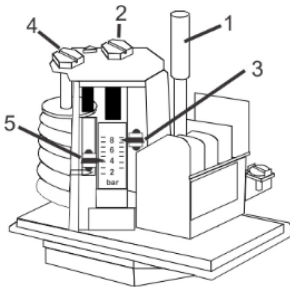

Рис. 2
**Уставки на Рис. 2:**
- Версия с ручным сбросом (FF4...DRH или DDH): Давление ниже верхней уставки и выше нижней уставки + нажатие кнопки сброса 1 (рис. 2).